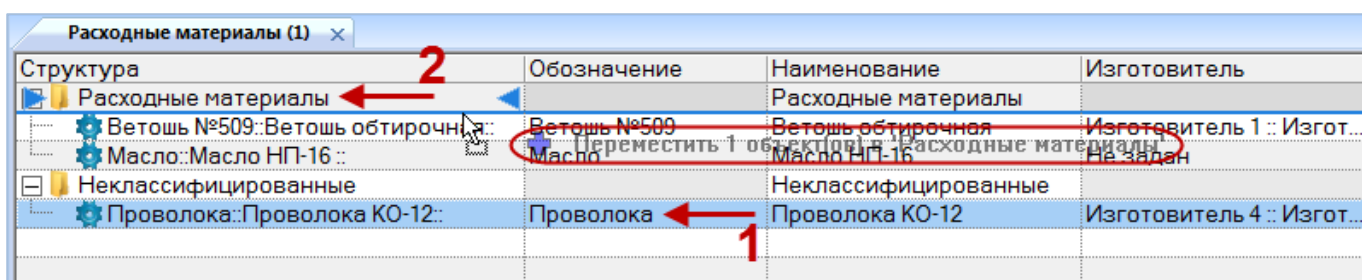

Рис. 9-62 – Перемещение расходного материала в другую папку справочника
- 2) Выделить расходный материал в дереве справочника (1 на рис. 9-62). Для выделения нескольких расходных материалов используются клавиши CTRL и SHIFT.
3) Удерживая нажатой левую кнопку мыши, переместить выделенный расходный материал к другой папке справочника (2 на рис. 9-62). Необходимо чтобы папка справочника была выделена в колонке «Структура» стрелками ► и ◄.